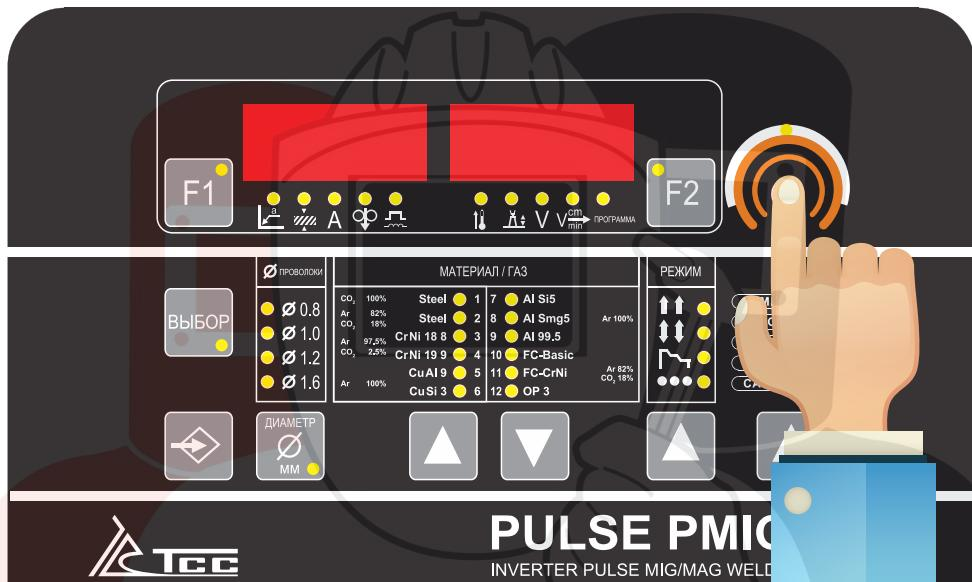

Рисунок 28. Вернуть заводские настройки
Нажмите регулятор ① и удерживайте примерно 3 секунды, чтобы вернуть заводские настройки (см. рисунок 28). Все светоиндикаторы панели управления загорятся.